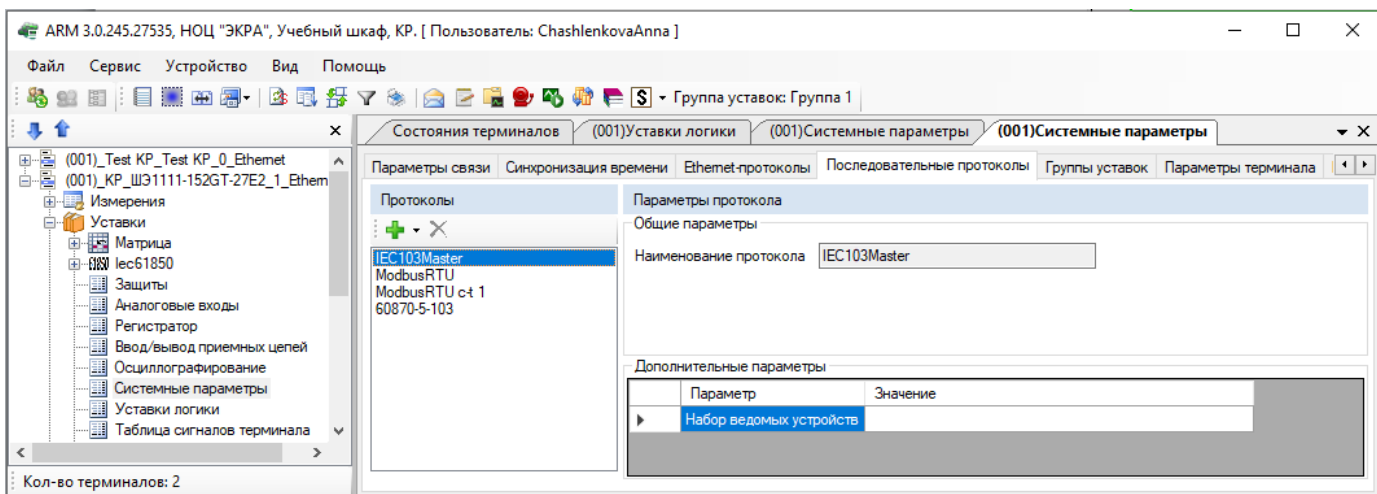

Рисунок 5.84
6.6.10.2.4.4 Выбрать протокол IEC103Master (см. рисунок 5.84), описание параметров протокола приведено в таблице 5.52.